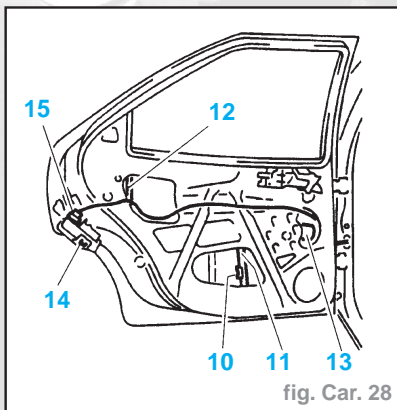

fig. Car. 28
- Déposer par l'intérieur (fig. Car. 28) :
- la fixation (10) de la vitre sur le rail avant (11)
- les rails de guidage avant (11) et arrière (12)
- le mécanisme lève-vitre (13) (trois vis)
- le verrou fermeture-ouverture (14)
- le connecteur de commande centralisée (15) fixé par un clip.